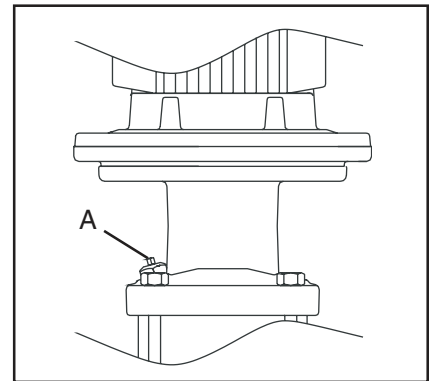

Fig. 16
3. Dévisser le bouchon d'amorçage (A, fig. 16) de 1-2 tours, jusqu'à ce de l'eau et de l'air puissent sortir.